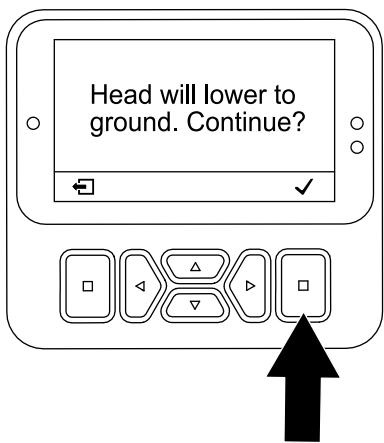

図 107
7. 「ヘッドが下がる」画面で(図 107) で、選択ボタンを押す。